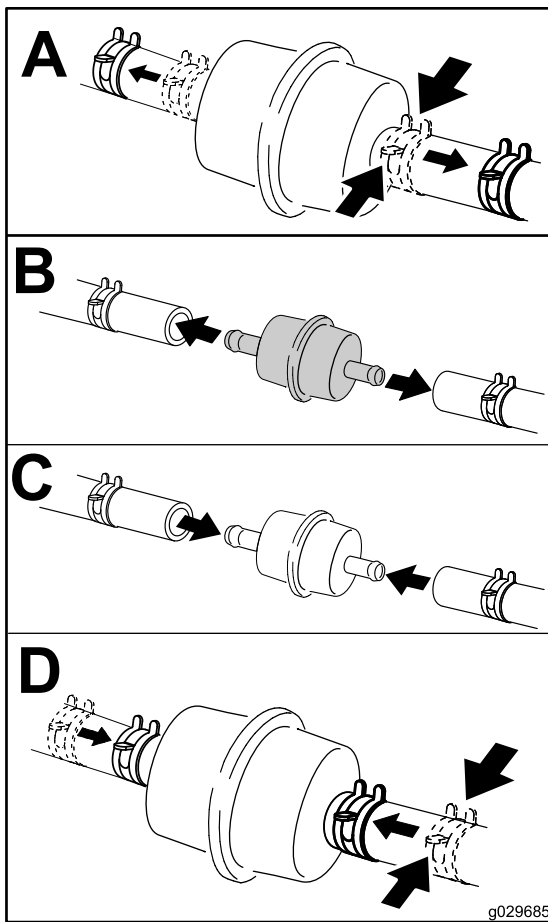

Figura 74
4. Cambie el filtro de combustible (Figura 74).